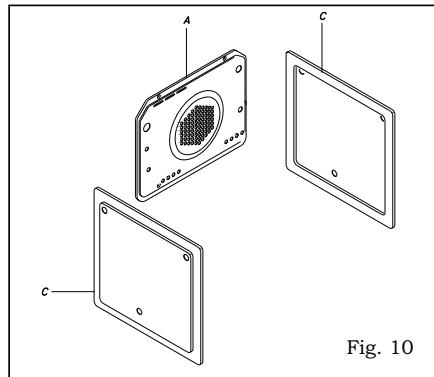

Fig. 10
**Installazione dei pannelli autopulenti (optional)****- Fig. 10**
- 1) Fissare il pannello (A) con 4 viti autofilettanti.
- 2) Appoggiare i pannelli (C) ai fianchi del forno, posizionare sopra le griglie tolte in precedenza e riagganciare.